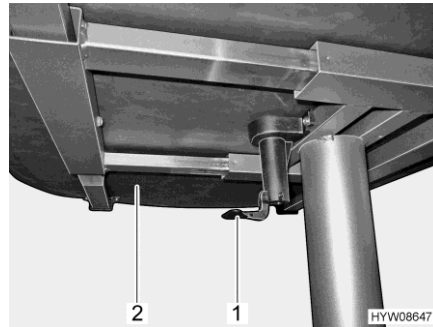

Bild 133 Spak för förskjutning av bordsskivan
- Dra eller tryck spaken (Bild 133,1) nedåt.
- Skjut bordsskivan (Bild 133,2) till önskad position.